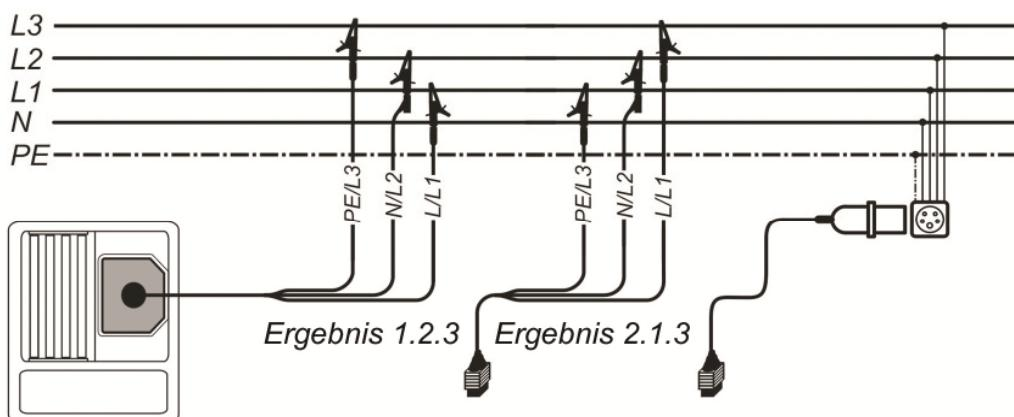
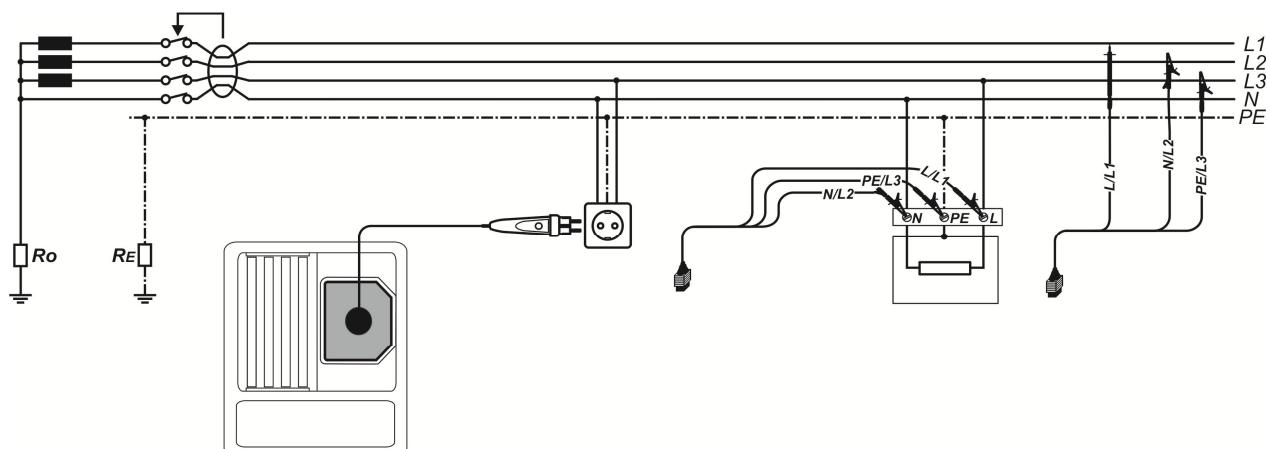

Abbildung 5.2: Anschluss der 3-Leiter-Prüfleitung und des optionalen CEE-Messadapters (044148) im Dreiphasensystem
Abbildung 5.3: Anschluss des optionalen Commander-Prüfsteckers (044149) und der 3-Leiter-Prüfleitung im Ein-/Dreiphasensystem
- Kontaktieren Sie die Prüfleitungen an das Prüfobjekt (siehe Abbildung 5.2 und Abbildung 5.3).